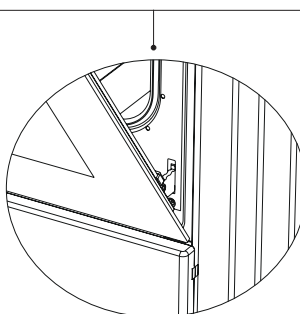

Figura 15.1
3. Después, cierre la puerta del horno de forma que quede apoyada en el pestillo de la bisagra como se muestra en la figura 15.1.